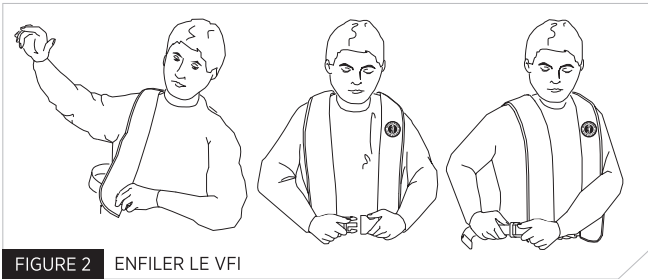

FIGURE 2 ENFILER LE VFI
2. Enfilez le VFI comme une veste ordinaire (Fig. 2), puis attachez la boucle avant. Ajustez la ceinture au moyen de sa boucle latérale et insérez l'extrémité de la ceinture dans le passant.